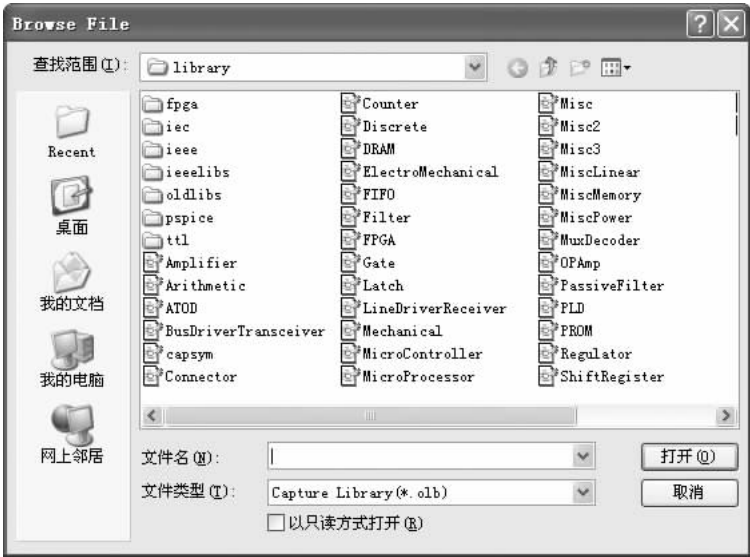

图 2-2 “Browse File (搜索库)”对话框
1) 单击“Place Part (放置元件)”面板“Library (库)”选项组下“Add Library (添加库)”按钮,系统将弹出如图 2-2 所示的“Browse File (搜索库)”对话框,选中要加载的库文件,单击“打开”按钮,在“Place Part (放置元件)”面板中的“Library (库)”